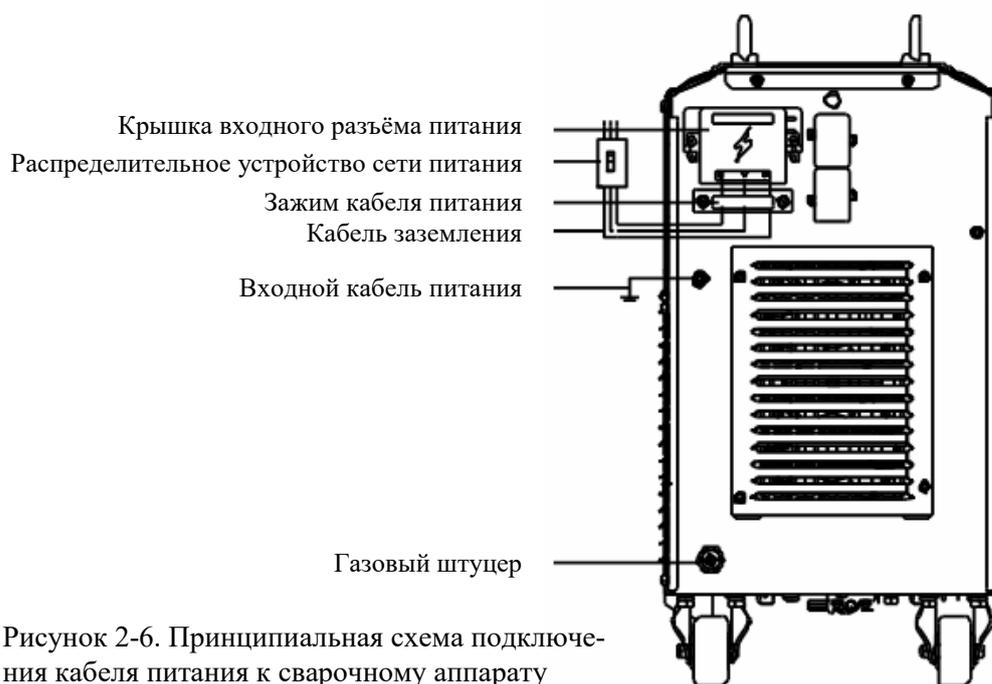

Рисунок 2-6. Принципиальная схема подключения кабеля питания к сварочному аппарату
2. Снимите крышку входного разъёма кабеля питания - см. Рисунок 2-6.
5. Подключите другой конец входного кабеля питания к выходному разъёму распределительного устройства сети питания - см. рисунок 2-6.